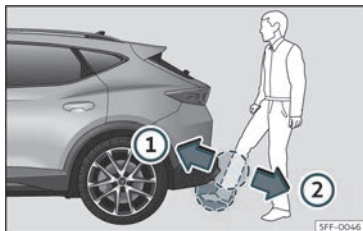

Fig. 80 Portellone del bagagliaio con apertura controllata da sensore (Easy Open).
- Con un movimento rapido, avvicinare un piede e la parte inferiore della gamba il più possibile al paraurti. La parte inferiore della gamba deve avvicinarsi alla zona del sensore superiore e il piede alla zona del sensore inferiore»» **fig. 80** ①.
»» **fig. 80** ②. A questo punto il portellone posteriore si apre automaticamente.